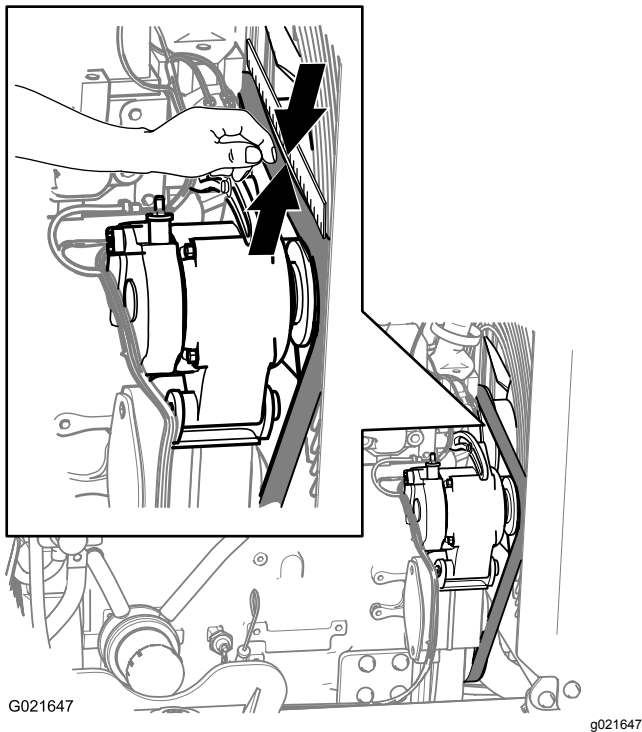

**Bild 117**
3. Prüfen Sie den Riemen auf Schnitte, Risse, lose Stränge, Fett, Öl, Verdrehungen oder Zeichen ungewöhnlicher Abnutzung (Bild 117).
3. Legen Sie eine gerade Kante über den Treibriemen und über die Riemenscheiben, siehe Bild 117.
4. Drücken Sie in der Mitte zwischen der Lüfterriemenscheibe und der Riemenscheibe der Lichtmaschine auf den Riemen, wie in Bild 117 abgebildet.